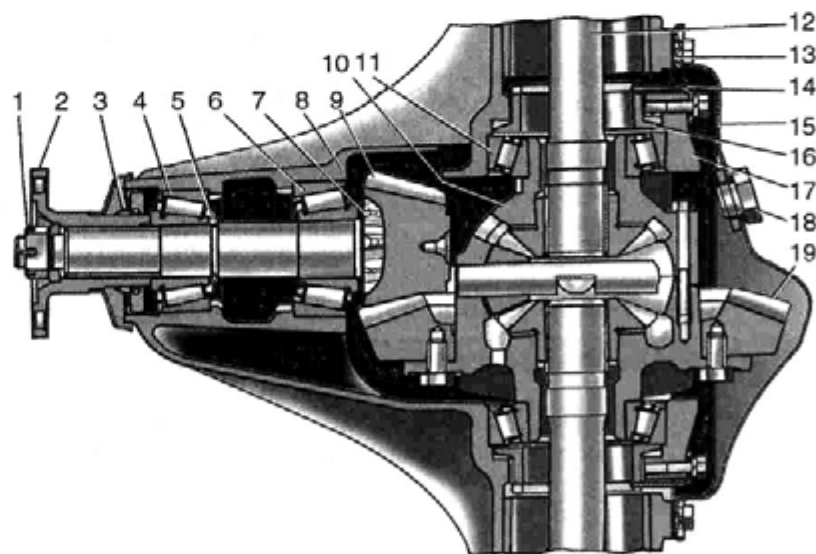
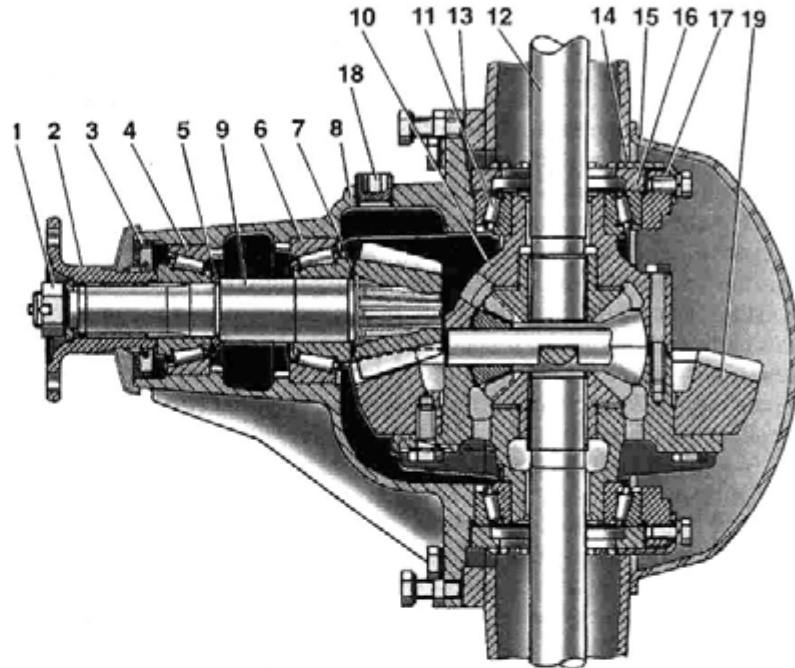
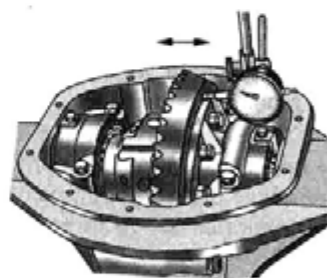

Рис. 5.29. Неразъемный задний мост (средняя часть):
Рис. 5.30. Задний мост с балкой типа бандро с отдельным редуктором (средняя часть):
Рис. 5.31. Проверка осевого зазора в подшипниках дифференциала (неразъемный задний мост)
На автомобиль ГАЗ-2705 может быть установлен или неразъемный задний мост (рис. 5.29), или задний мост со штампованно-сварным картером типа банджо (рис. 5.30) с отдельно монтируемым редуктором. На автомобиль ГАЗ-2705 «Комби» и на автобусы в основном устанавливается задний мост типа банджо. Главная передача и дифференциал неразъемного (рис. 5.29) заднего моста устанавливаются в полость картера и после регулировки закрываются крышкой 15. Главная передача и дифференциал заднего моста типа банджо (рис. 5.30) устанавливаются в картер 8 редуктора, который закрепляется болтами в отверстиях балки моста. Главная передача указанных мостов — гипоидная, с передаточным числом 5,125; ось ведущей шестерни относительно ведомой смещена вниз на 42 мм. Предварительный натяг подшипников ведущей шестерни регулируется подбором кольца 5 (рис. 5.29 и 5.30), а положение ведущей шестерни регулируется подбором кольца 7.
Зазоры в главной передаче необходимо измерять на автомобиле после отсоединения карданного вала. Перед проверкой зазоров необходимо проверить затяжку гайки 1 фланца ведущей шестерни (см. рис. 5.29), для чего необходимо расшплинтовать гайку и дотянуть ее моментом силы 160–200 Нм (16–20 кгс·м). Перемещением фланца ведущей шестерни в осевом и угловом направлениях проверить зазоры. Осевой зазор в подшипниках ведущей шестерни проверяется, как указано в подразделе «Регулировка преднатяга подшипников ведущей шестерни».
Осевой зазор в подшипниках ведущей шестерни следует устранять регулировкой предварительного натяга. Предварительный натяг регулируют путем подбора толщины регулировочного кольца 5 (см. рис. 5.29 и 5.30).
- необходимо отрегулировать положение ведущей шестерни путем подбора регулировочного кольца 7 (см. рис. 5.29 и 5.30), обеспечив размер $(109,5 \pm 0,02)$ мм – расстояние между общей осью полуосевых шестерен и торцом ведущей шестерни, прилегающим к регулировочному кольцу 7;
- при снятых стопорных пластинах 14 (см. рис. 5.29 и 5.30) и ослабленных крышках 17 подшипников дифференциала регулировочными гайками 16 установить осевой зазор 0,01 мм в подшипниках дифференциала (см. рис. 5.31 и 5.32);
- снять стопорные пластины 14 (см. рис. 5.29 и 5.30) с крышек 17 подшипников дифференциала;